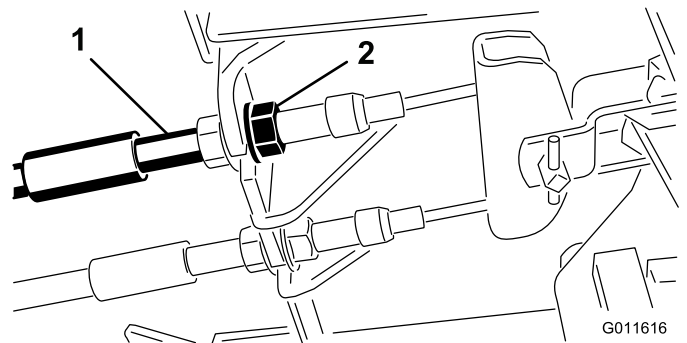

Figure 52
1. Pour réduire la garde aux pédales de frein, serrez les freins en desserrant l'écrou avant sur l'extrémité filetée du câble de frein (Figure 52).